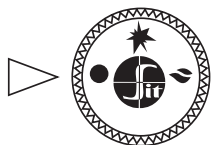

Рис. 8.
- 7.2. В исходном (выключенном) положении ручк упр вления н ходится в положении **«точк »** (рис. 8). Пилотн я и основные горелки пог шены (под ч г з к ним з блокиров н ).